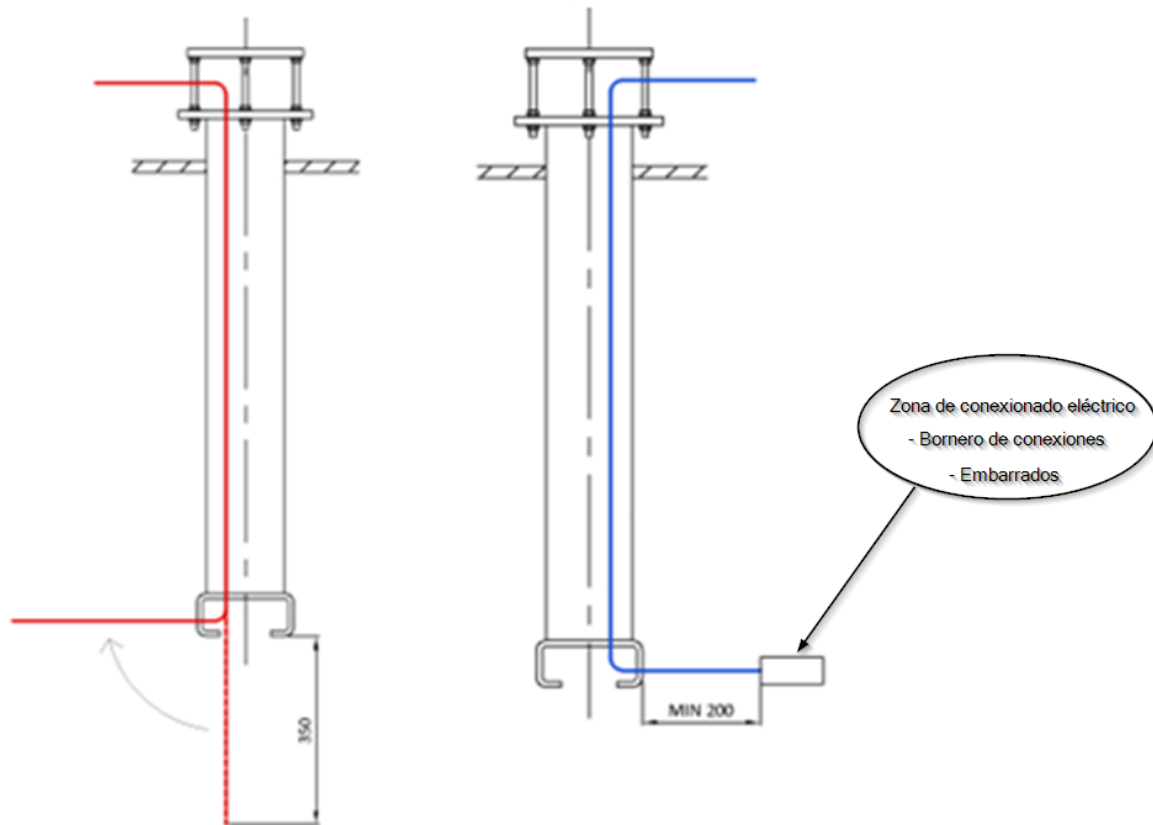

Abb. 12 Vorbereitung der Versorgungsleitungen
- Die Deckenblende (3) wird später bündig mit der Decke montiert und verdeckt die Gegenplatte ④. Siehe Abbildung 12.